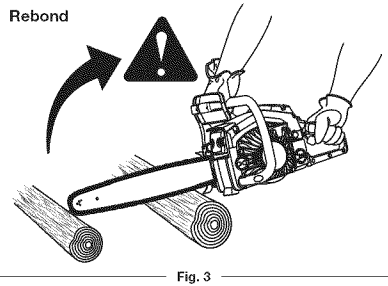

Fig. 3
- Veillez à ce que la pointe du guide n'heurte aucun objet tel qu'une bûche, une branche, le sol ou tout autre élément gênant. Retirez ou évitez toute obstruction qui pourrait entrer en contact avec le bout du guide de la chaîne lorsque vous coupez (Fig. 3).